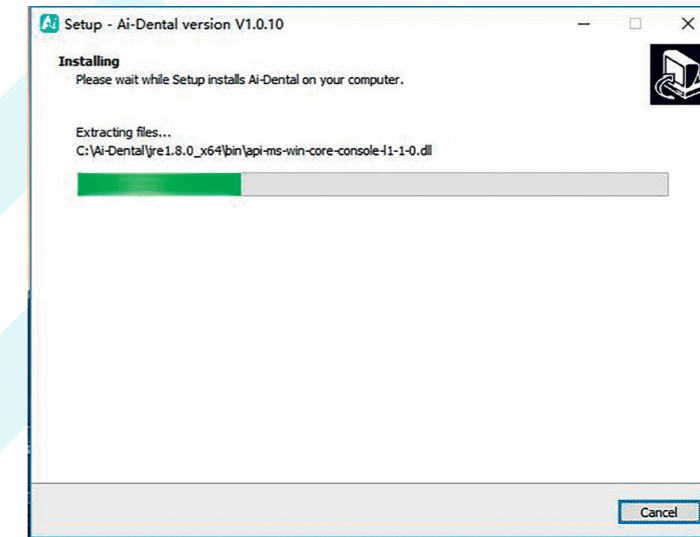

Figura 9
4.1.8 Depois de clicar no botão «Install», o programa começa a ser instalado. O utilizador apenas aguarda a conclusão da instalação, conforme mostrado na Figura 9: